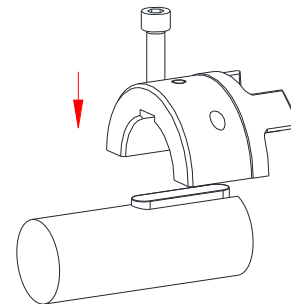

Fig. 15: Samling af halvskål
- Sæt den øverste halvskål til det første SPLIT-nav med isatte cylinderskruer på akslen (se fig. 15).